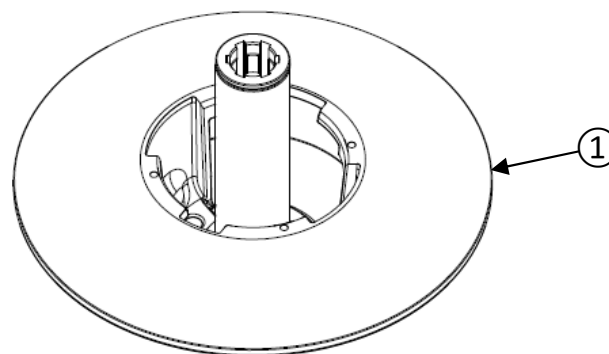

Figure 24
L'arbre ne peut pas être démonté du flasque fixe ① (figure 24).